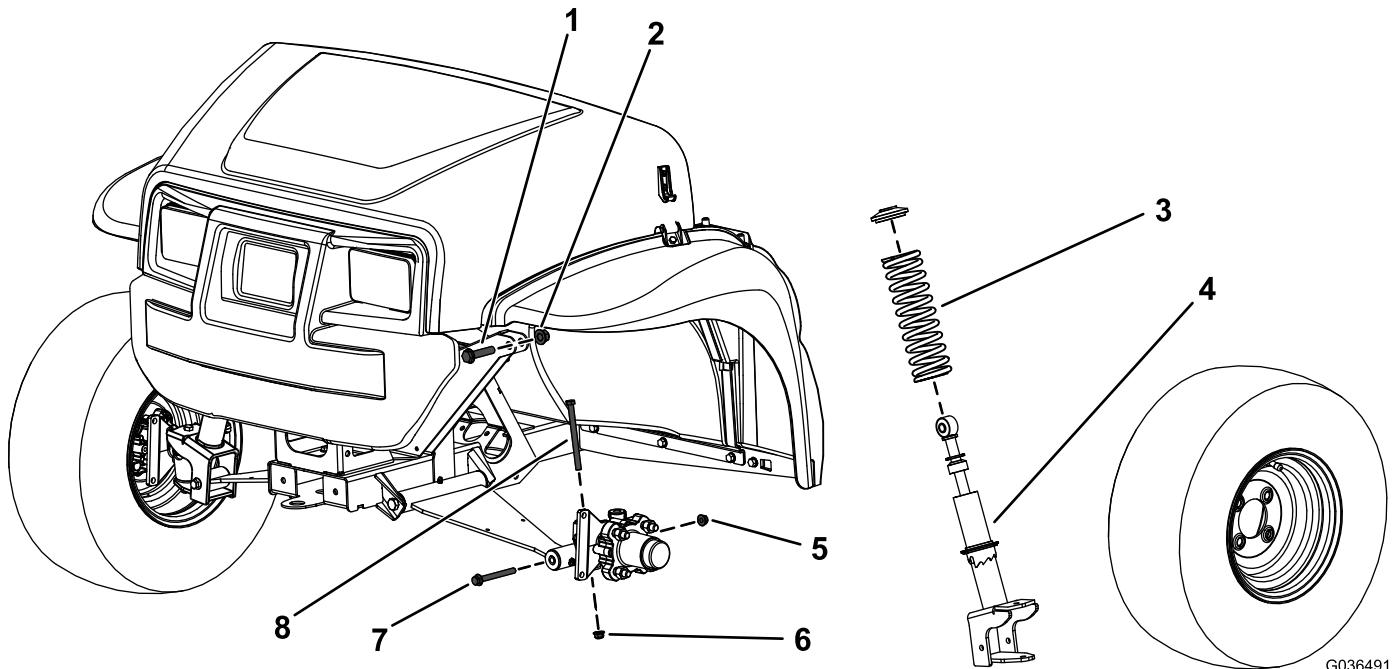

図 1
3. ストラットアセンブリからスプリングを取り外す図1。
4. 既存のストラットアセンブリに新しいスプリングを取り付ける図1。
2. スピンドルから、六角ヘッドボルト $3/8 \times 4-3/4$ インチとフランジナット $3/8$ インチを外す図1。
3. コントロールアームから、六角ヘッドボルト $3/8 \times 3-1/2$ インチとフランジナット $3/8$ インチを外す図1。
4. ストラットアセンブリを上フレームに固定している六角ヘッドボルト $1/2 \times 2-1/4$ インチとロックナット $1/2$ インチを取り外す図1。
5. ストラットセンブリを外す図1。
2. ストラットアセンブリの上部をフレームに固定する上用六角ヘッドボルト $1/2 \times 2\text{-}1/4$ インチとロックナット $1/2$ インチを使用して図1のように取り付ける。
4. 六角ヘッドボルト $3/8 \times 4\text{-}3/4$ インチとフランジナット $3/8$ インチをスピンドルに取り付ける図1。
6. ストラットアセンブリの下部をコントロールアームに固定する六角ヘッドボルト $3/8 \times 3\text{-}1/2$ インチとフランジナット $3/8$ インチを使用して図1のように取り付ける。